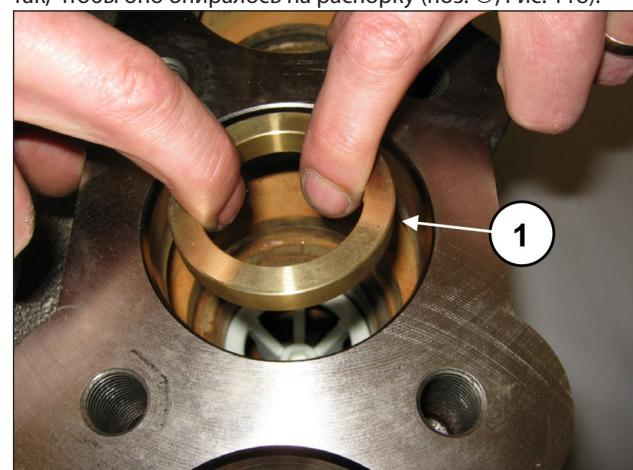
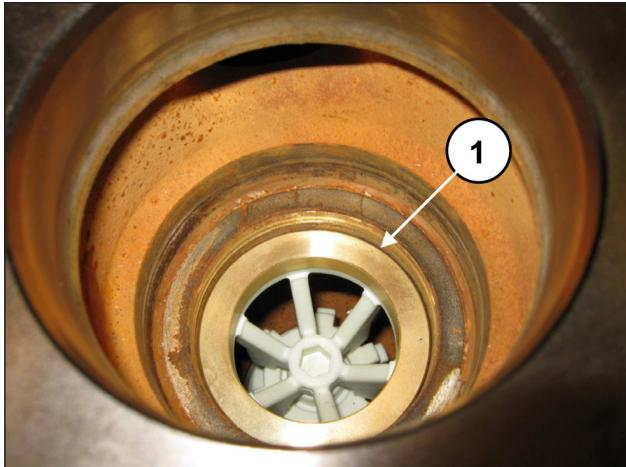

Рис. 117
Рис. 118
Вставьте кольцо распорки седла клапана (поз. ①, Рис. 117) так, чтобы оно опиралось на распорку (поз. ①, Рис. 118).